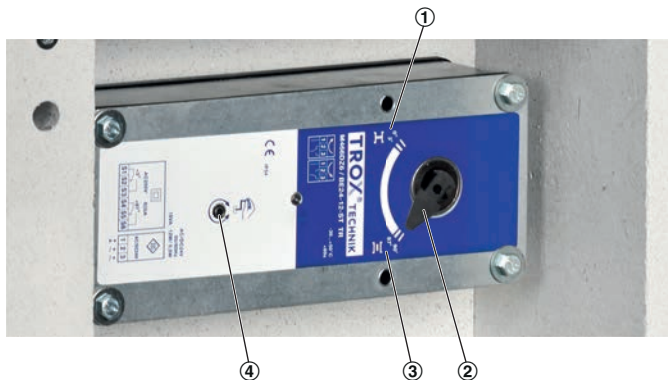

Abb. 18: AUF-ZU-Stellantrieb (Entrauchungsklappe geöffnet)
- 1. ▶ Handkurbel in die vorgesehene Aufnahme (Abb. 18/4) für den Federaufzug stecken (Handkurbel ist an der Anschlussleitung fixiert).
- 2. ▶ Handkurbel entgegen dem Uhrzeigersinn drehen bis Stellungenanzeiger (Abb. 18/2) "AUF-Stellung" anzeigt (Abb. 18/3).
- 1. ▶ Handkurbel in die Öffnung (Abb. 18/4) für den Federaufzug stecken (Handkurbel ist an der Anschlussleitung fixiert).
- 2. ▶ Handkurbel im Uhrzeigersinn drehen bis Stellungenanzeiger (Abb. 18/2) "ZU-Stellung" anzeigt (Abb. 18/1).